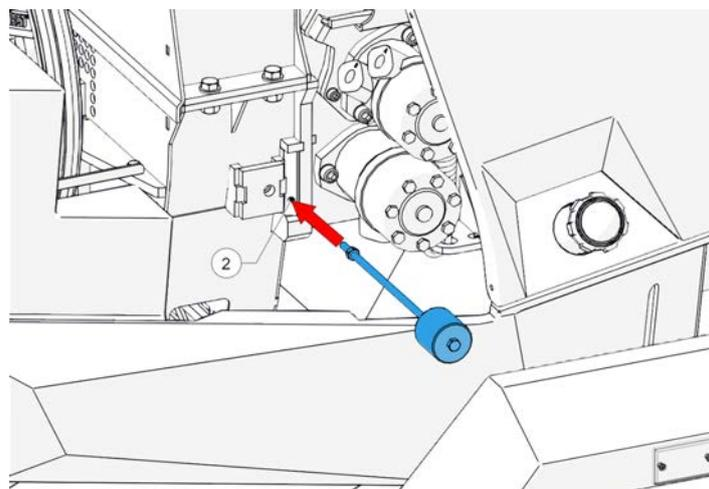

Figure 66 - Marteau inertie
8. Insérez un marteau à inertie approprié dans le trou M8 (2, Figure 66).